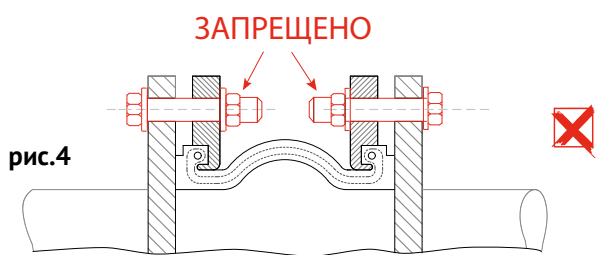
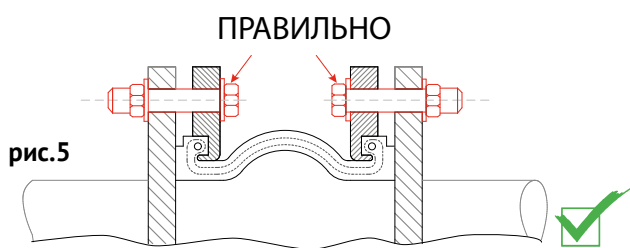

рис.4
рис.5
**ВАЖНО!** Запрещено устанавливать компенсатор между плоскими ответными фланцами по ГОСТ 33259-2015, тип 01, т.к. уплотнительный бурт компенсатора не полностью прилегает к выступу ответного фланца (рис.4) и компенсатор может быть поврежден в месте контакта с кромкой ответного фланца. Также запрещено устанавливать с любыми другими типами и исполнениями ответных фланцев, отличными от воротниковых фланцев по ГОСТ 33259-2015, тип 11, исполнение В и А, ряд 1 (для DN80 ряд 2), (рис. 3).
**ВАЖНО!** Категорически не допустим контакт резьбовой части болтов с резиновым корпусом компенсатора при соединении болт-гайка – головка болта на стороне трубопровода /резьбовая часть на стороне резинового корпуса виброкомпенсатора (рис. 4), т.к. острые края резьбовой части болтов могут привести к повреждению резинового корпуса компенсатора. Правильный вариант монтажа компенсатора при соединении болт-гайка – головка болта на стороне компенсатора (рис. 5).